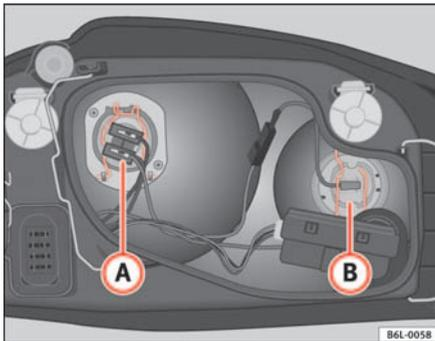

Abb. 143 Glühlampe
- Ziehen Sie den Stecker vom Lampenkabel ab ① ⇒ Abb. 143.